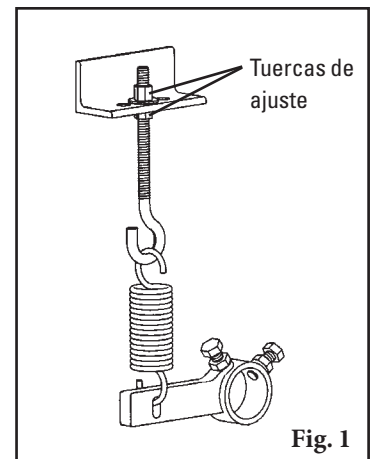

Fig. 1
1. **Quite la tensión.** Gire el tornillo de ajuste hacia abajo hasta que se obtenga un espacio de 3 mm (1/8") en el punto más apretado entre la hoja y la banda (Fig. 1).
1. **Elimine la tensión.** Afloje las tuercas de ajuste del soporte de montaje/ensamblaje de tornillo en J para eliminar la tensión del brazo (Fig. 1). Esto libera la tensión de la hoja en la banda.